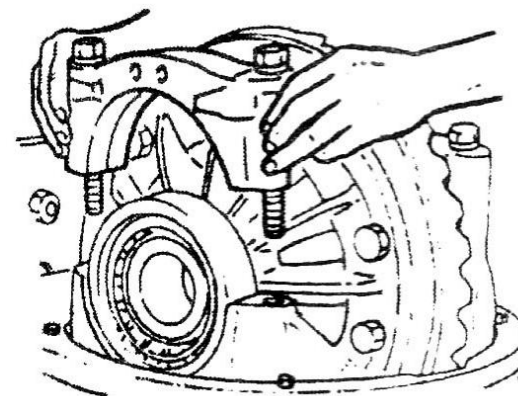

图 5-1
- (1) 将后桥总成固定支牢；
- (2) 用专用工具或扳手拆下半轴螺栓；
- (3) 用半轴上的拆卸螺栓将半轴顶出，轻轻抽出半轴，并在其花键部分通过油封时，缓慢转动半轴，以免拉伤半轴油封；如果半轴不易拉动，可用铜锤轻轻敲击半轴尾部中央，直到半轴可松动为止。（如图 5-1）